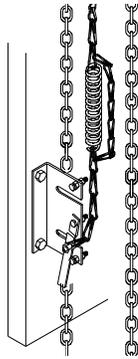

Figure 24 Position débrayée
1. Tirez le levier du sectionneur vers le bas à la position « débrayée » (Figure 24). Un dispositif d'embrayage positif débraye le mécanisme d'entraînement initial du fonctionnement électrique et le transfère à l'entraînement manuel du palan à chaîne.